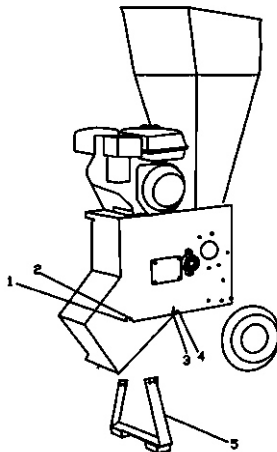

Bild. 2
2. Montage des vorderen Fußgestells. Siehe Bild 2